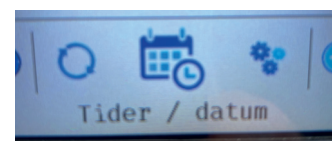
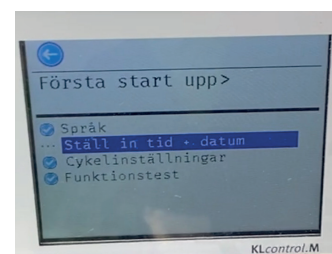

Bild 1
Bild 2
1. Stega till Tider/datum (se bild 1). Tryck OK. Välj enligt bild 2.